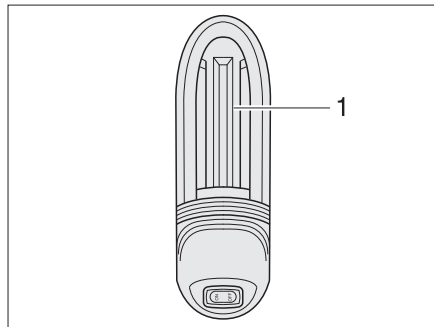

Fig. 266 Lampe de garage
- Pousser le cache de luminaire (Fig. 266,1) vers le haut et l'enlever.